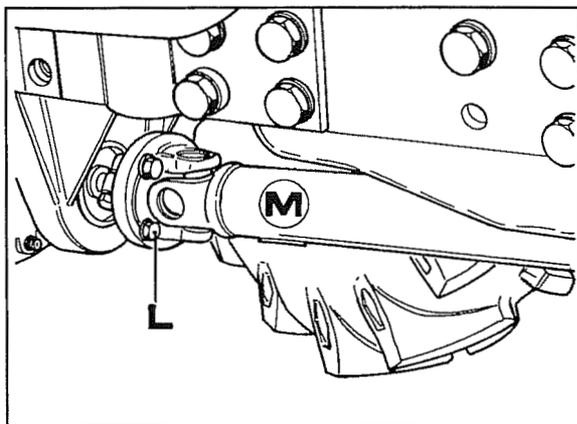

Abb. 17
17. Die Welle **M** des Allradantriebs durch Entfernen der Schrauben **L** Abb. 17 abnehmen und sie dann nach vorne ziehen, um sie zu entfernen.